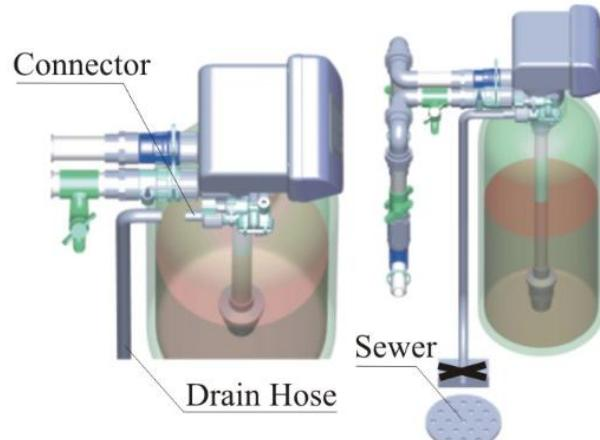

Рисунок 1-4
### 5. Монтаж дренажной линии (см. рисунок 1-4).
- убедитесь в том, что сливной шланг не присоединен к канализационному коллектору и оставьте некоторое пространство между ними для избегания попадания сточных вод в фильтр обратным ходом (см. рисунок 1-4)